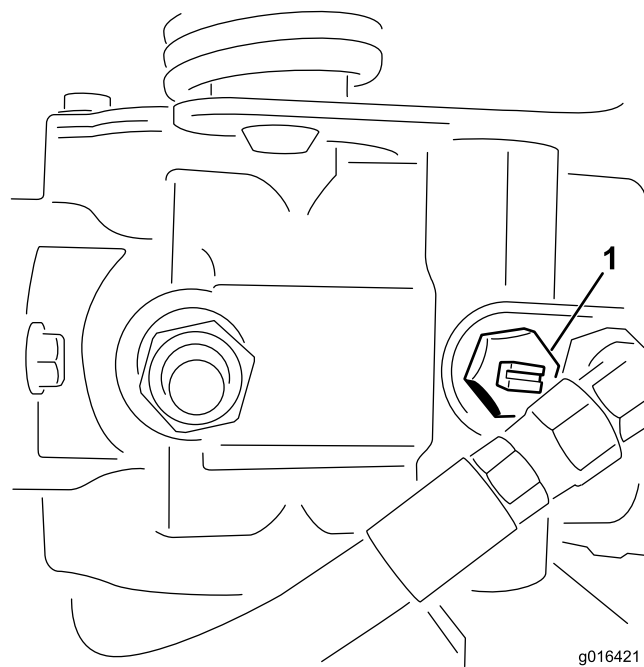

Figura 32
1. Localice la válvula de desvío en la bomba y gírela hasta que la ranura esté en posición vertical (Figura 32).
2. Antes de arrancar el motor, cierre la válvula de desvío girándola hasta que la ranura esté horizontal (Figura 32).